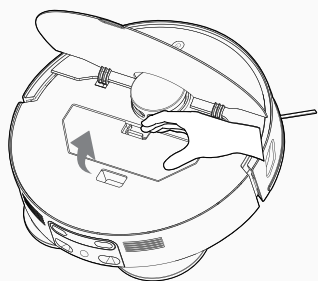

fig. 8
2. Ouvrez le couvercle supérieur du robot, appuyez et maintenez enfoncé le bouton de libération de la boîte à poussière pour retirer la boîte à poussière. [fig. 8]